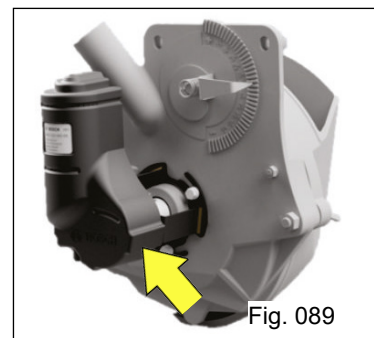

Fig. 089
• Opcional: Com o Motor Elétrico BOSCH, que mantém a máquina limpa, leve e eficiente, eliminando o uso de cardans e correntes. Isso evita interferências e vibrações mecânicas, melhora a performance na distribuição, otimiza o controle de sementes e reduz a necessidade de peças de desgaste e reposição (Fig. 089).
- Posição da frente para dosador Exacta (Fig. 089) e Precision Planting